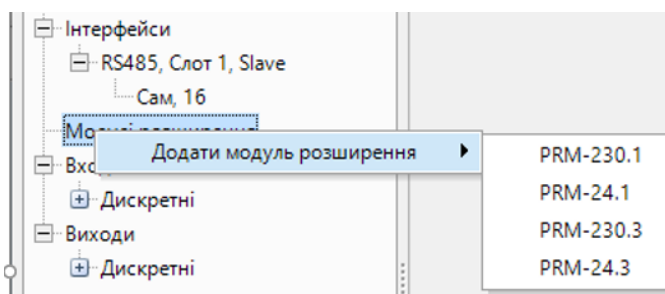

Рисунок 7.1 – Підключення модуля до AQLogic
2. Вибрати пункт меню **Прилад/Налаштування приладу**. Далі натисканням правої кнопки миші по пункту меню «Модулі розширення» викликати меню. Вибрати модуль зі списку (див. рисунок 7.1).